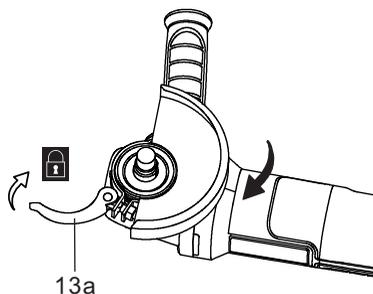

Fig. 9
2. Rode a proteção para a posição requerida (Fig. 9).